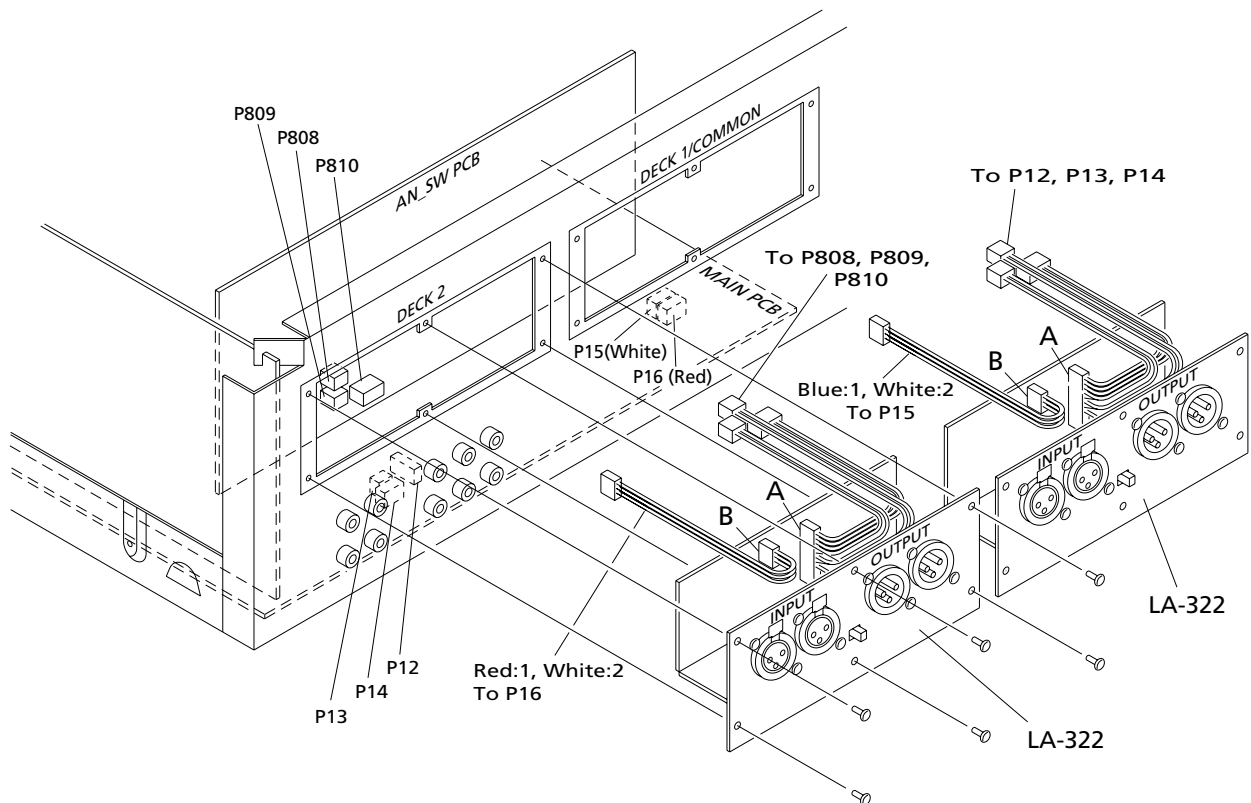

Fig. 2
- ④ DECK 1/COMMON用のLA-322、DECK 2用のLA-322をそれぞれ用意します（2つのLA-322は同じではありません）。
- ⑤ リアパネルの穴に各々の線材を通し、Fig. 2のように接続します。
- ⑥ ステップ②で取り外したネジを使って、それぞれのLA-322を322に取付けます。
- ④ There are two LA-322 units: One is for DECK 1/COMMON and the other is for DECK 2. LA-322 for DECK 1/COMMON is the one with the blue/white line at B. LA-322 for DECK 2 is the one with the red/white line at B.
- ⑤ Referring to Fig. 2, connect wires through the rear panel.
- ⑥ Mount each LA-322 to 322 using the screws removed in step 2.